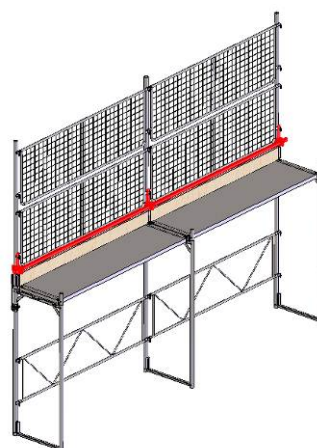

Fig. 10
7. Monter les attache-tubes sur le boulon inférieur du support de garde-corps et sécuriser à l'aide des clips de blocage. (fig. 10)